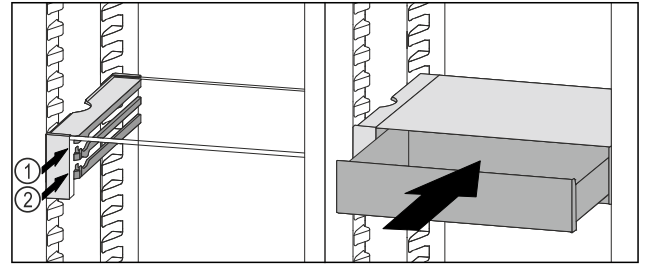

Fig. 94
- ▶ VarioSafe-lade achter de stoppers op de gewenste rib Fig. 94 (1) of Fig. 94 (2) plaatsen.